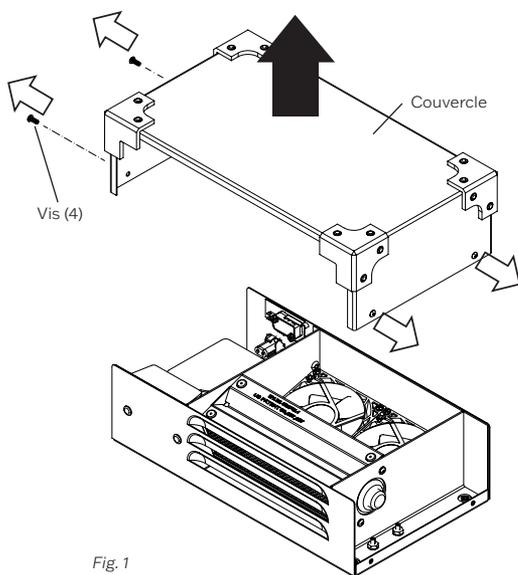

Fig. 1
2. Retirez les quatre (4) vis du couvercle et éloignez-le de l'appareil en le glissant. *Voir fig. 1*
6. Glissez en place la nouvelle cellule. Faites attention à l'orientation de la cellule ActivePure par rapport au ventilateur. Voir fig. 1 et 3